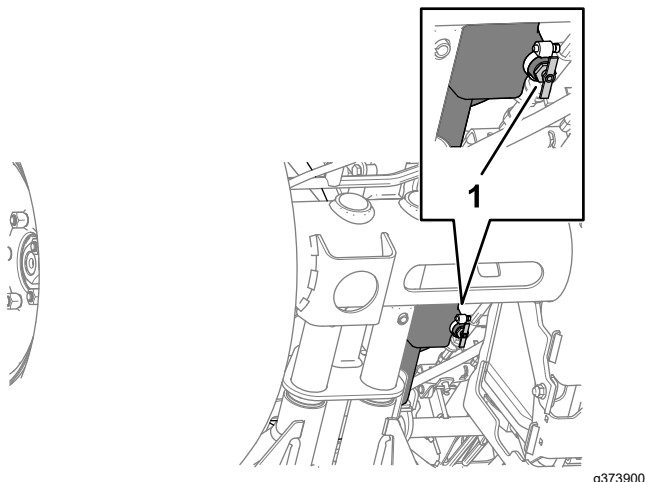

図 87
2. 燃料タンクのドレンバルブの下に回収容器を置く **図 87**。